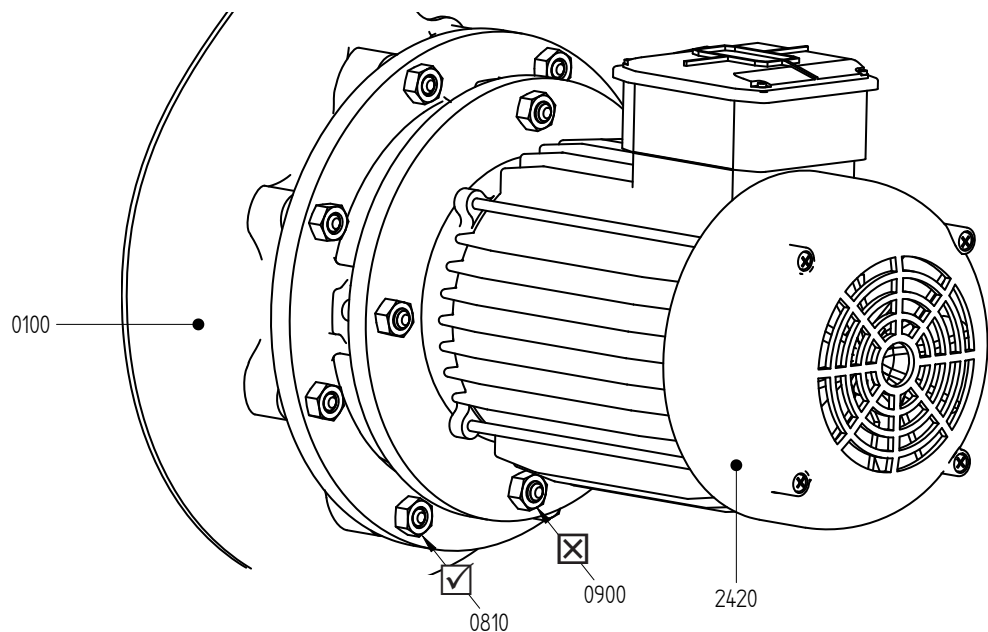
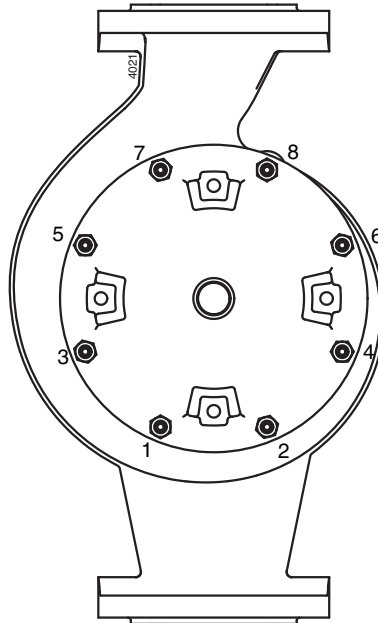

Figura 5: Posição dos parafusos de fixação do motor.
Figura 6: Sucessão de desapertar os parafusos de fixação.
- 1 Desaperte os parafusos de fixação (0810) da tampa da bomba, veja a figura 5. Se a bomba encontrar-se ainda na conduta, comece, então, por baixo e prossiga por ambos os flancos para cima, veja a figura 6.